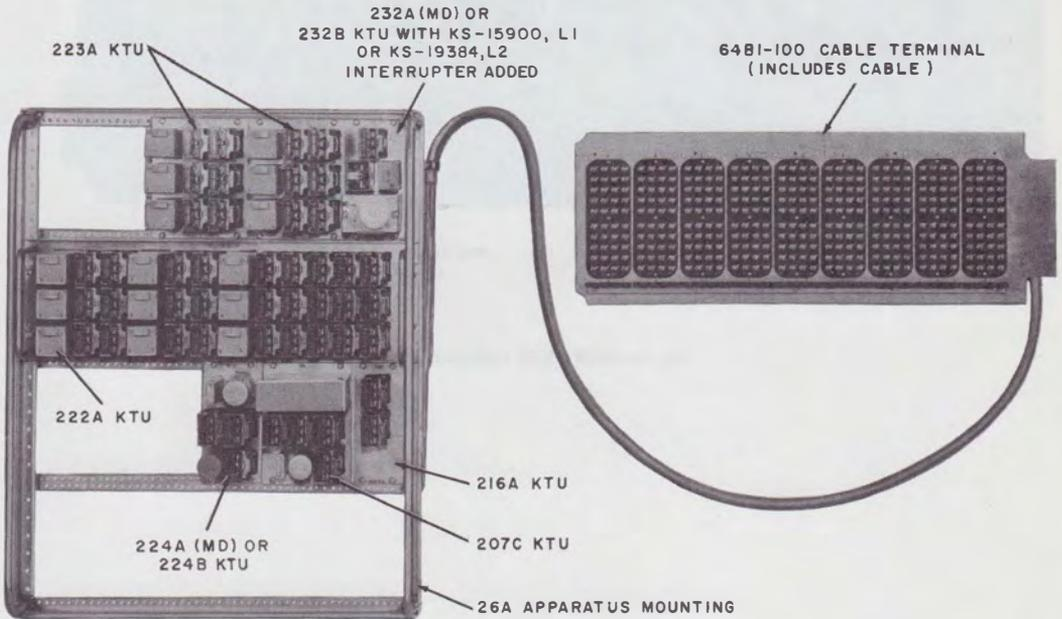

Fig. 3—200H15DC KTU
**2.14** *200H-Type KTU* (Fig. 3) provides: